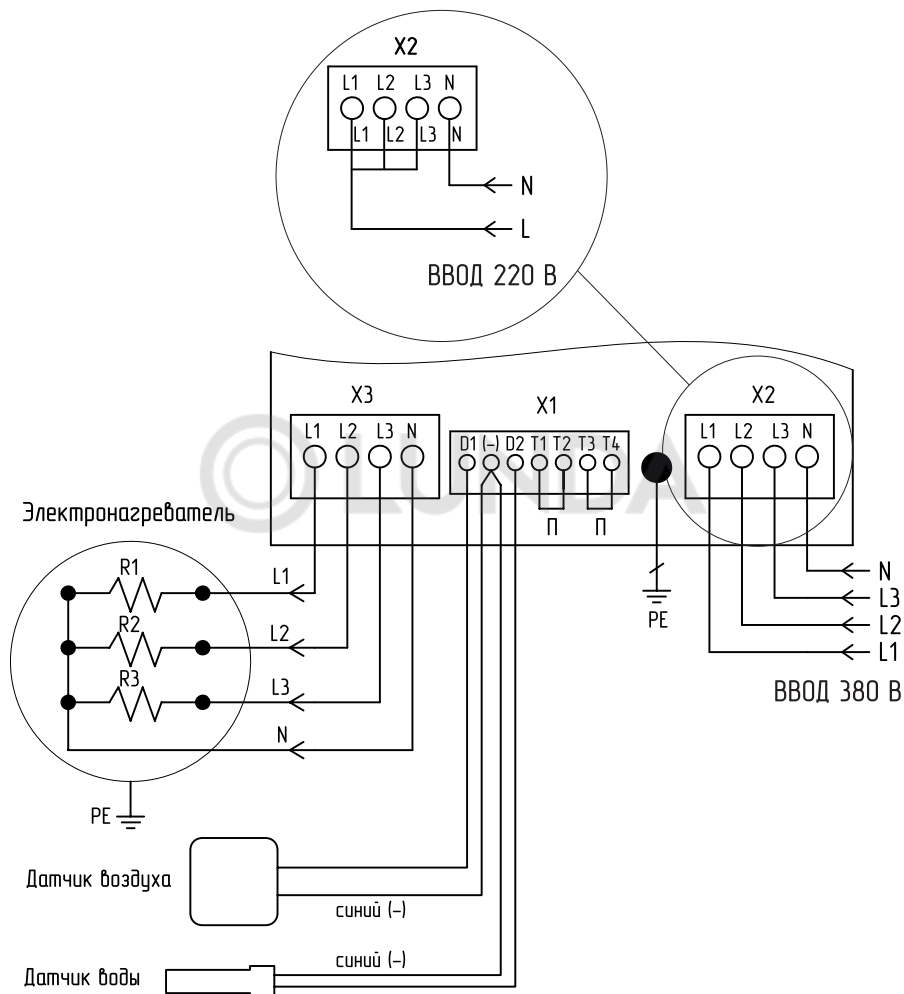

Рис.7 Схема подключения пульта управления
- Эксплуатация пульта управления должна осуществляться только при условии его подключения в соответствии со схемой подключений (**Рис.7**);
9. Подключите пульт к питающей сети кабелем соответствующего сечения, исходя из номинальной мощности котла или ТЭНБ, согласно схеме подключений (**Рис.7**) настоящего паспорта и инструкции по эксплуатации. Для обеспечения надежного контакта, места присоединения проводов необходимо тщательно затягивать. Ввод кабелей и проводов осуществляется с учетом сохранения степени защиты пульта.
10. При подключении пульта управления к однофазной сети переменного тока соедините вместе клеммы L1, L2, L3 клеммной колодки подключения силовых проводов и подключите их к фазному проводу питающей сети. Нулевой провод питающей сети подключается согласно схеме (**Рис.7**).
- Поместите в него датчик до упора, предварительно смазав термопастой (**Рис.7**);
- Подключите датчики к монтажной колодке X1 в соответствии со схемой (**Рис.7**), обращая особое внимание на полярность датчиков. Провода датчиков синего цвета, помеченные знаком (-) подключаются на клемму колодки X1, помеченную знаком (-) (**Рис.7**). Датчики подключаются медными проводами сечением 0,5-0,75 мм² необходимой длины. При длине провода более 10 метров желательно использовать провода, свитые в пары (не более 50 метров);
12. Подключите пульт к котлу или твердотопливному котлу с установленным ТЭНБ, согласно схеме подключений (**Рис.7**) кабелем соответствующего сечения, исходя из номинальной мощности котла или комплекта ТЭНБ;
13. Выполните заземление (защитное зануление) корпуса пульта, в соответствии со схемой подключений (**Рис.7**).
- Нулевой рабочий провод сети (N) должен подсоединяться к колодке X2 «НЕЙТРАЛЬ» внутри пульта и к общему проводу ТЭН котла или ТЭНБ;
- Подключить внешний термостат к монтажной колодке X1 вместо перемычки (П) **Рис.7**.
Внимание! В случае отсутствия перемычки (П) или срабатывания внешнего термостата, подключенного вместо перемычки к колодке X1 (**Рис.7**) устройство будет отключено.
- Подключить датчик перегрева теплоносителя к монтажной колодке X1 вместо перемычки (П) **Рис.7**.
Внимание! В случае отсутствия перемычки (П) или срабатывания датчика перегрева теплоносителя, подключенного вместо перемычки к колодке X1 (**Рис.7**) устройство будет отключено.